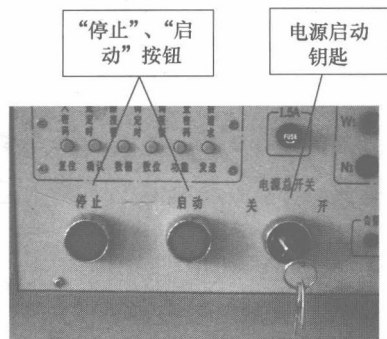

图 1.3.3 实验台电源开关
(2) 旋动实验台电源启动钥匙至“开”的位置，如图 1.3.3 所示。
(3) 按下“启动”按钮。